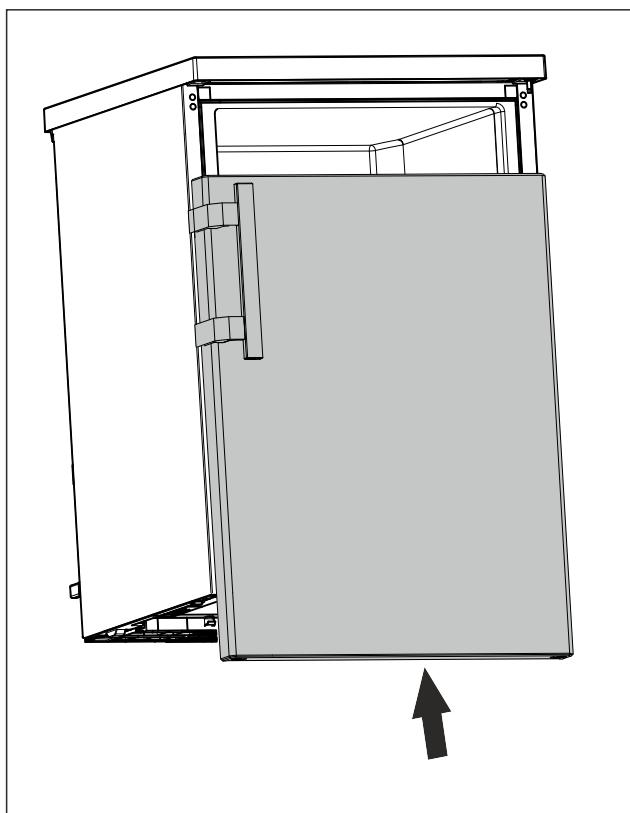

Fig. 16
- ▶ Надвиньте дверь в закрытом состоянии на верхний болт. (см. Fig. 16)